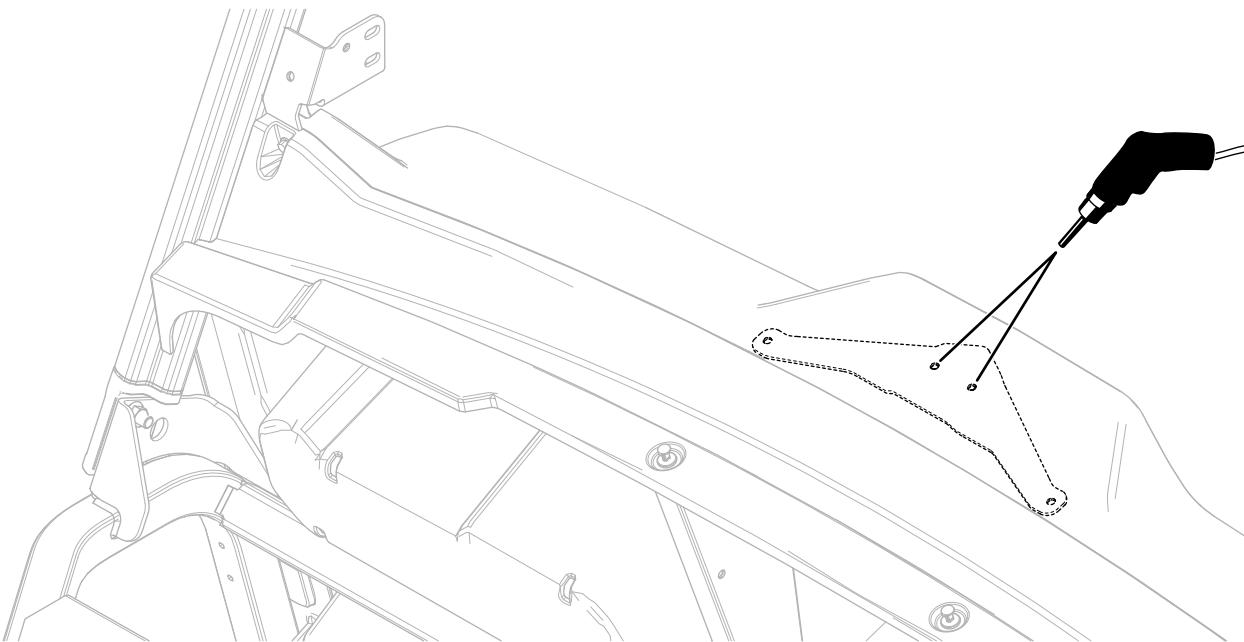

Figure 2
2. En vous servant du support de verrou comme gabarit, marquez et percez 2 trous (5/16") dans la planche de bord (Figure 2).